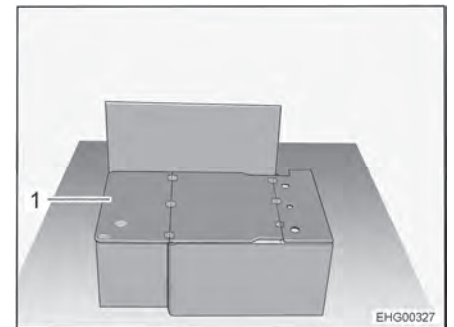

Fig. 23 Banco longitudinal sin cojines
- Abatir el tablón de soporte (Fig. 23,1) 180° y depositarlo en la tapa de baúl-banco.